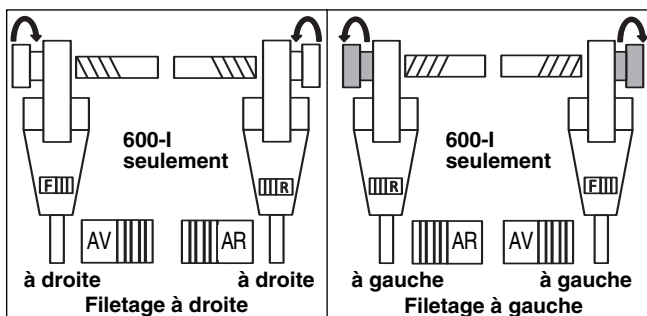

Figure 10 – Position de l'inverseur vis-à-vis du sens de rotation de la tête de filière
7. Positionnez l'inverseur de rotation selon le sens de filetage (à droite ou à gauche) voulu (Figure 10).